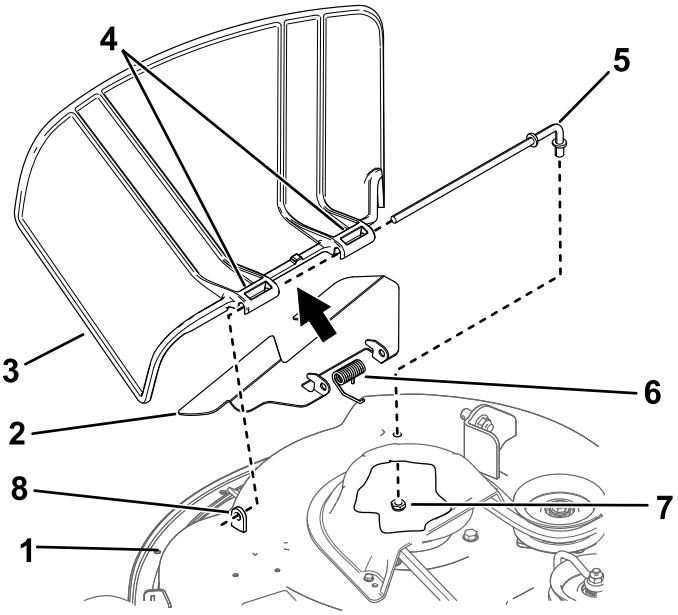

Figura 74
1. Togliete il dado ($\frac{3}{8}$ ") dall'asta sottostante il tosaerba (Figura 74).
2. Estraete l'asta dal distanziatore corto, dalla molla e dal deflettore, e dal perno del deflettore dell'erba (Figura 74).
4. Montate il deflettore dell'erba tagliata nuovo (Figura 74).
7. Fate scorrere l'asta attraverso il secondo perno del deflettore dell'erba (Figura 74).
9. Fissate l'estremità posteriore dell'asta nel tosaerba con un dado (3/8"), come mostrato in Figura 74.